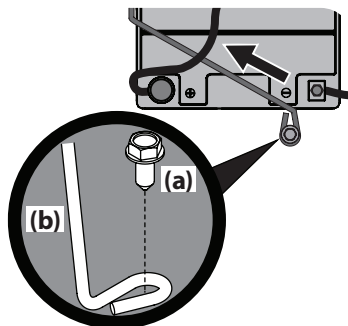

Figure 20
**NOTE :** Le faisceau électrique doit être placé au-dessus de la barre de retenue de la batterie. Autrement, il risque d'être endommagé. Voir Figure 20 à la page 11.
3. Retirez le boulon hexagonal (a) qui fixe la tige de retenue de la batterie (b) au châssis. Faites pivoter la tige de retenue de la batterie (b) vers le haut et retirez la batterie. Voir Figure 20.